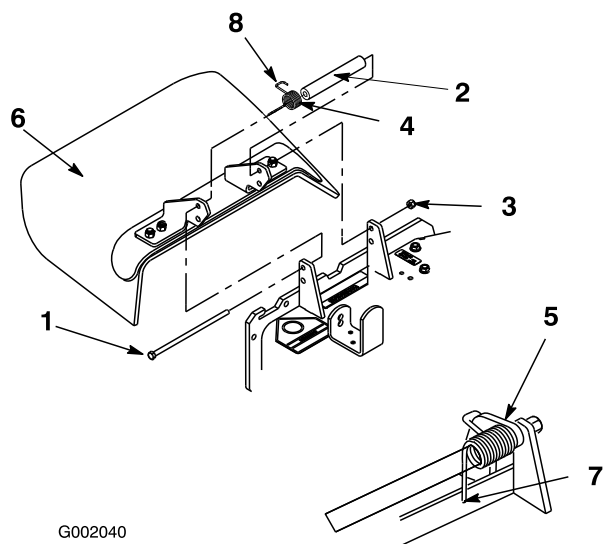

Figura 71
1. Retire la contratuerca, el perno, el muelle y el espaciador que sujetan el deflector a los soportes de pivote (Figura 71). Retire el deflector de hierba dañado o desgastado.
Nota: Asegúrese de colocar el extremo en **L** del muelle detrás del reborde de la plataforma antes de instalar el perno, según muestra Figura 71.
3. Instale el perno y la tuerca. Coloque el extremo en **J** del muelle alrededor del deflector de hierba (Figura 71).